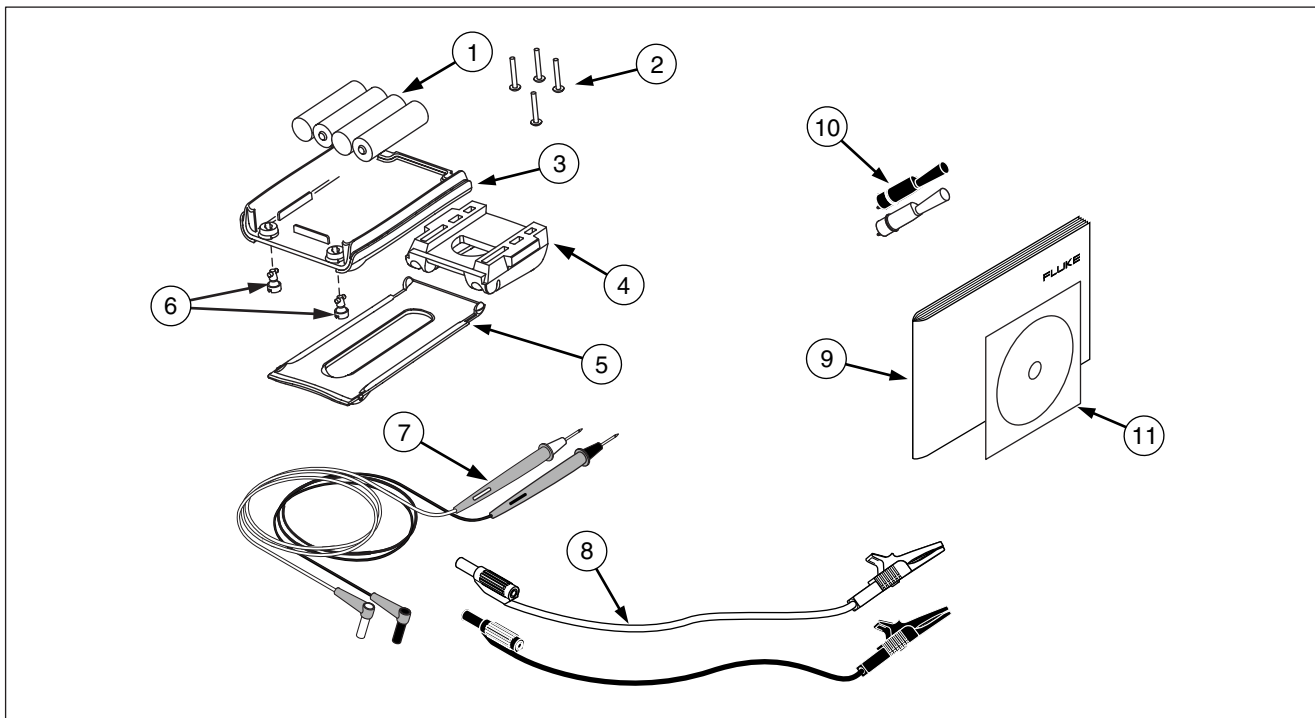

Abbildung 5. Ersatzteile
Die Tabelle 5 enthält die Teilenummern (PN) aller ersetzbaren Teile. Siehe Abbildung 5.